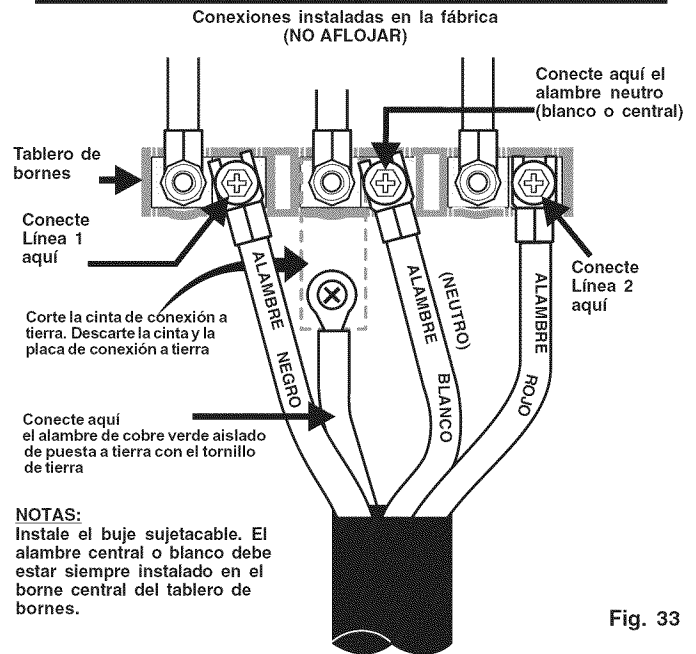

Fig. 33
B Instrucciones para el Cableado (Conexión Tetrafilar - Ver Fig. 33)
4. Conecte el alambre de puesta a tierra (Verde) con el ojal en el marco del electrodoméstico con el tornillo de tierra usando el mismo agujero del marco donde estaba originalmente instalado el tornillo de tierra (Ver Fig. 33).